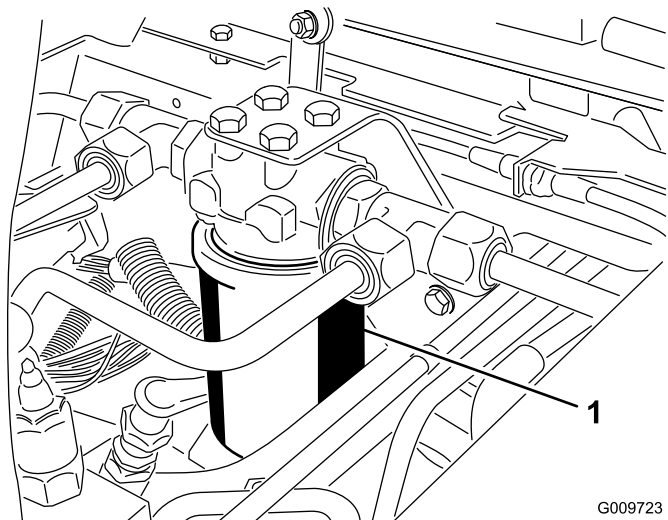
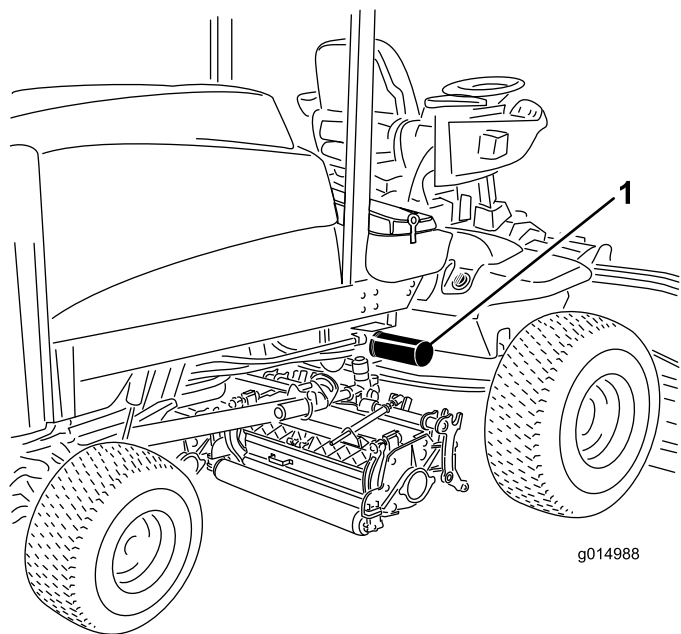

Figura 81
Figura 82
2. Pulite la superficie circostante il filtro. Collocate una bacinella di spurgo sotto il filtro (Figura 81 e Figura 82).